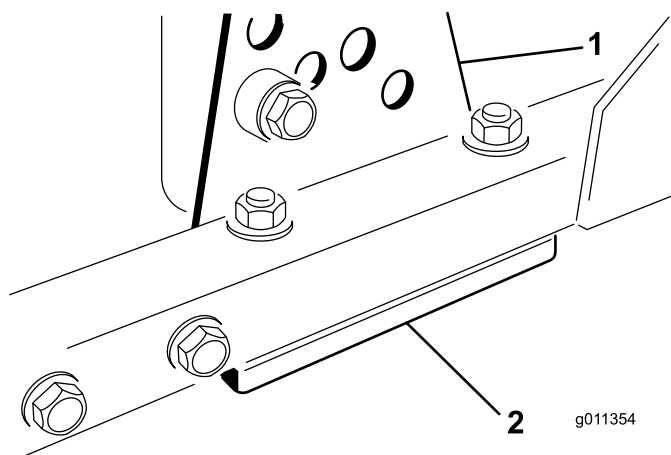

Figure 64
1. Retirez le support de hauteur de coupe (avant, gauche ou droit) du cadre du tablier de coupe (Figure 64).
2. Placez des cales de 1,5 mm (0,060 po) et/ou une cale de 0,7 mm (0,030 po) entre le cadre et le support du tablier pour obtenir la hauteur de coupe voulue (Figure 64).